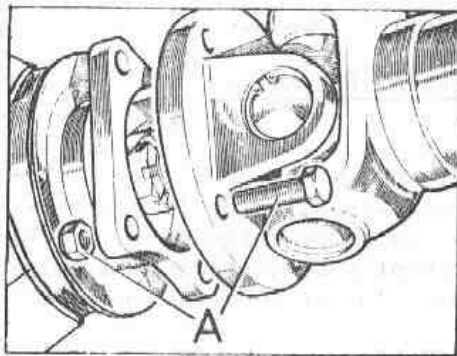

Fig. F-41 Arbol de transmisión
1.2. Soltar los tornillos y tuercas de la brida del árbol de transmisión, y separar éste para que no interfiera en el porta-diferencial, (Fig. F-41).
- 2.2. Empalmar el árbol de transmisión (Fig. F-41), dando un par de apriete a los tornillos de 3,5 á 4,25 mkg.